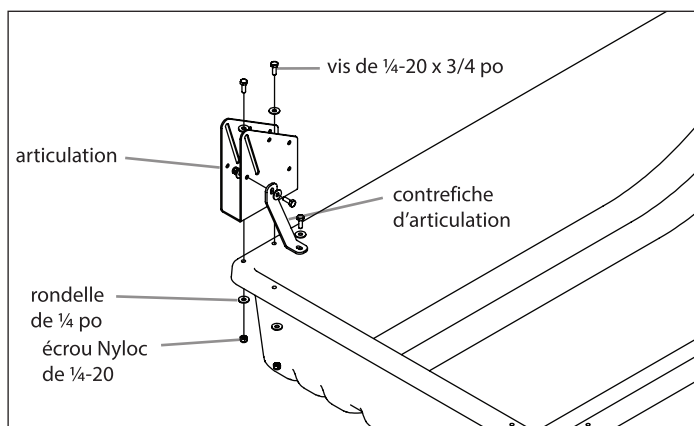

FIGURE 1
VOIR FIGURE 1
Attacher une (1) contrefiche d'articulation (11203) à l'articulation (15062) avec deux (2) vis de ¼-20 x 3/4 po, quatre (4) rondelles de ¼ po et deux (2) écrous Nyloc de ¼-20. Répéter l'étape sur le côté opposé. **VOIR FIGURE 1**